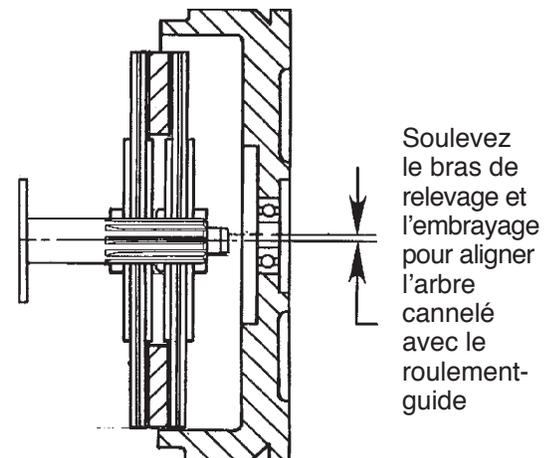

Figure 8
5. Utilisez la poignée de réglage pour changer l'angle de l'embrayage pour qu'il corresponde au volant. Roulez le manipulateur d'embrayage vers l'avant pour insérer l'arbre cannelé. Tournez l'arbre cannelé pour avoir un bon enclenchement du disque d'embrayage. **REMARQUE** : Le disque d'embrayage avant dans le Volant est légèrement plus bas que l'axe central du roulement-guide. Il peut s'avérer nécessaire de soulever le bras de relevage pour aligner correctement l'arbre cannelé avec le roulement-guide. Reportez-vous à la Figure 8.